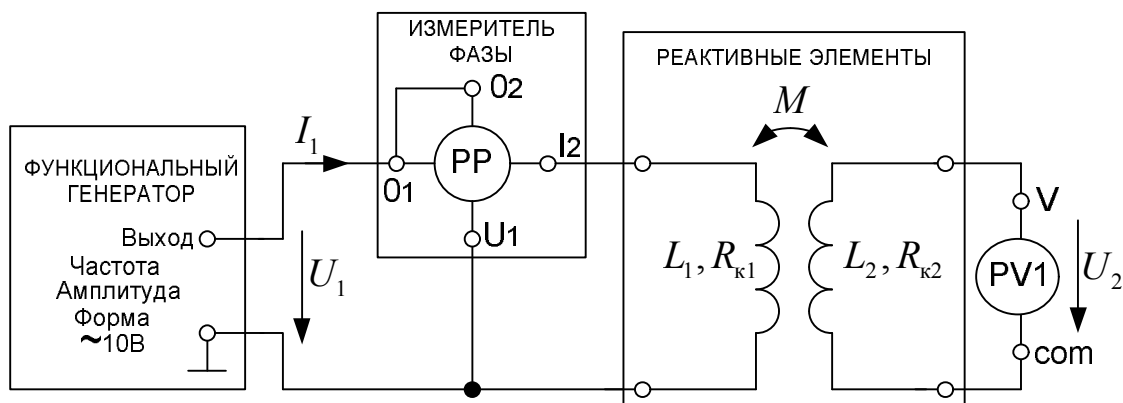

Рис. 5.3. Определение взаимной индуктивности  $M$
1) Собрать электрическую цепь по схеме, приведенной на рис. 5.3 протокола измерений. Тумблер *SA2* модуля *Измеритель фазы* установить в положение *I2*.